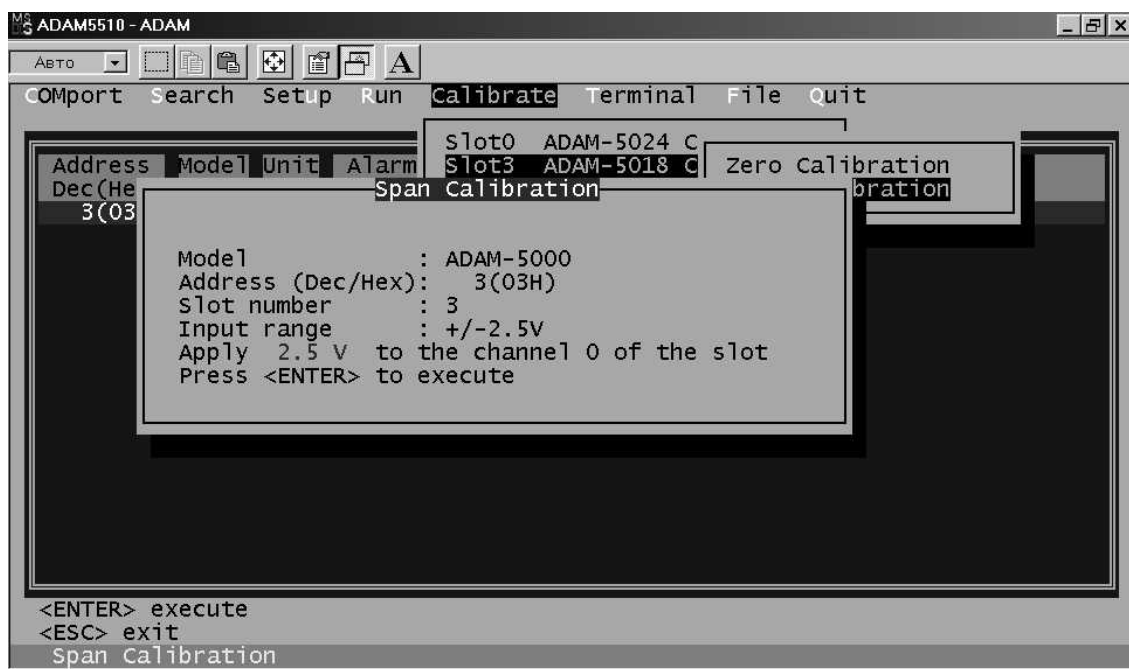

Рис. 5-17. Калибровка шкалы
5. Выполните команду **Span Calibration** (Калибровка Шкалы) из меню **Calibration** сервисной программы ADAM.EXE, как это показано на рис. 5-17.